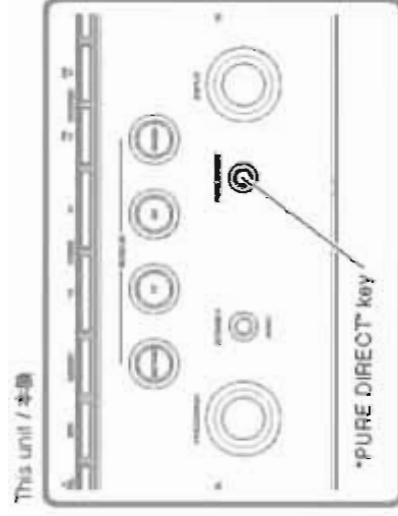

Fig. 6
4. Click [RDY] (Fig. 6)
4. [RDY] をクリックします。(Fig. 6)